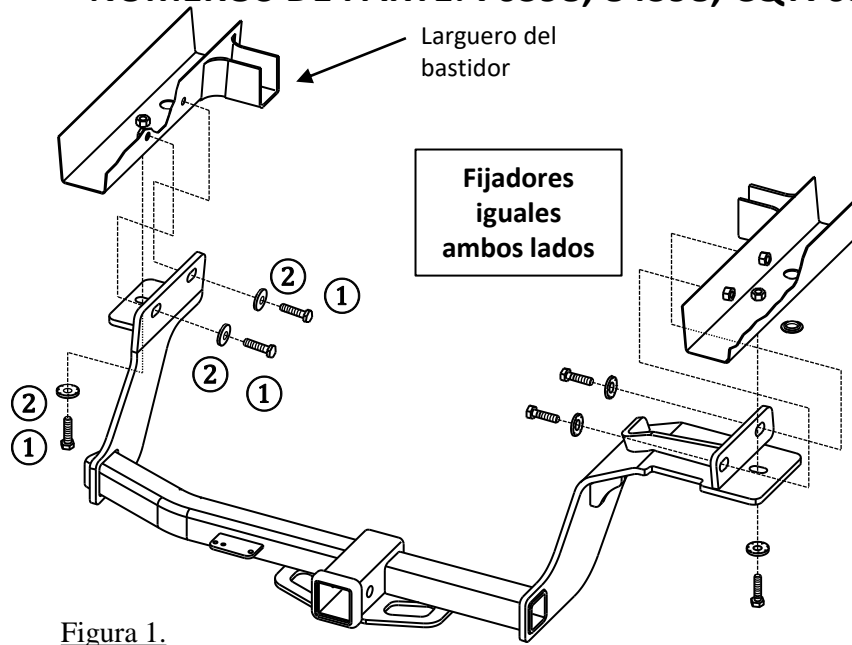

Figura 1.
- Bajar el escape:** Bajar el escape mediante la eliminación de los (3) colgantes de goma más posteriores. Asegurarse de apoyar el escape al quitar los colgantes.
- Retirar los tapones de goma:** Quitar (1) tapón de goma de la parte inferior del larguero del bastidor. No instalar el enganche encima de los tapones de goma.
- Instalar fijadores:** Instalar sin apretar (6) pernos M12 y arandelas cónicas de 1/2" en las tuercas de soldar existentes en los largueros del bastidor, (3) por lado. **Ver la Figura 1.**
- Secuencia para apretar los pernos:** - Primero, apretar solo a mano los pernos inferiores (1 por lado), hasta que la superficie de montaje del enganche esté nivelada con la parte inferior del bastidor, en ambos lados. - A continuación, apretar (4) pernos de fijación horizontales, (2) por lado, con una llave de torque como se especifica para que los soportes del enganche queden nivelados contra el interior de los largueros del bastidor, en ambos lados. - Por último, apretar los pernos inferiores según las especificaciones adecuadas. **76 libras-pie (103 N*M)**  **Se necesita la torsión adecuada para mantener el enganche unido firmemente al vehículo durante el remolque.**
Instalar fijadores: Instalar sin apretar (6) pernos M12 y arandelas cónicas de 1/2" en las tuercas de soldar existentes en los largueros del bastidor, (3) por lado. **Ver la Figura 1.**